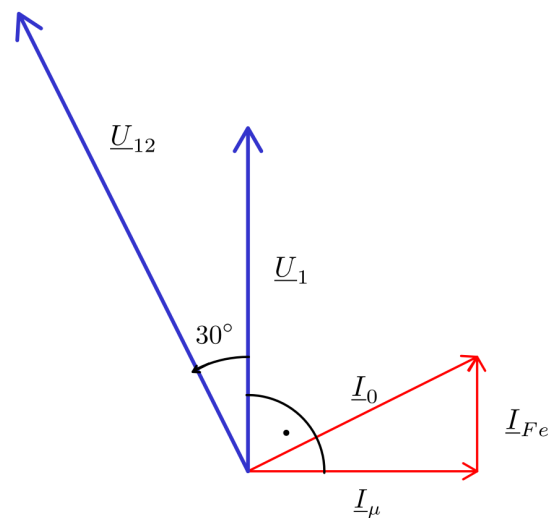

Abbildung 6: Zeigerdiagramm für den Transformator im Leerlauf
- e) Leiten Sie anhand des Zeigerdiagramms (Bild 6) die Formeln für den Längs- und Querspannungsabfall her.
- f) Leiten Sie anhand des Zeigerdiagramms (Bild 6) und den Formeln für den Längs- und Querspannungsabfall die Formel (12) für den relativen Spannungsfall auf der Sekundärseite her.